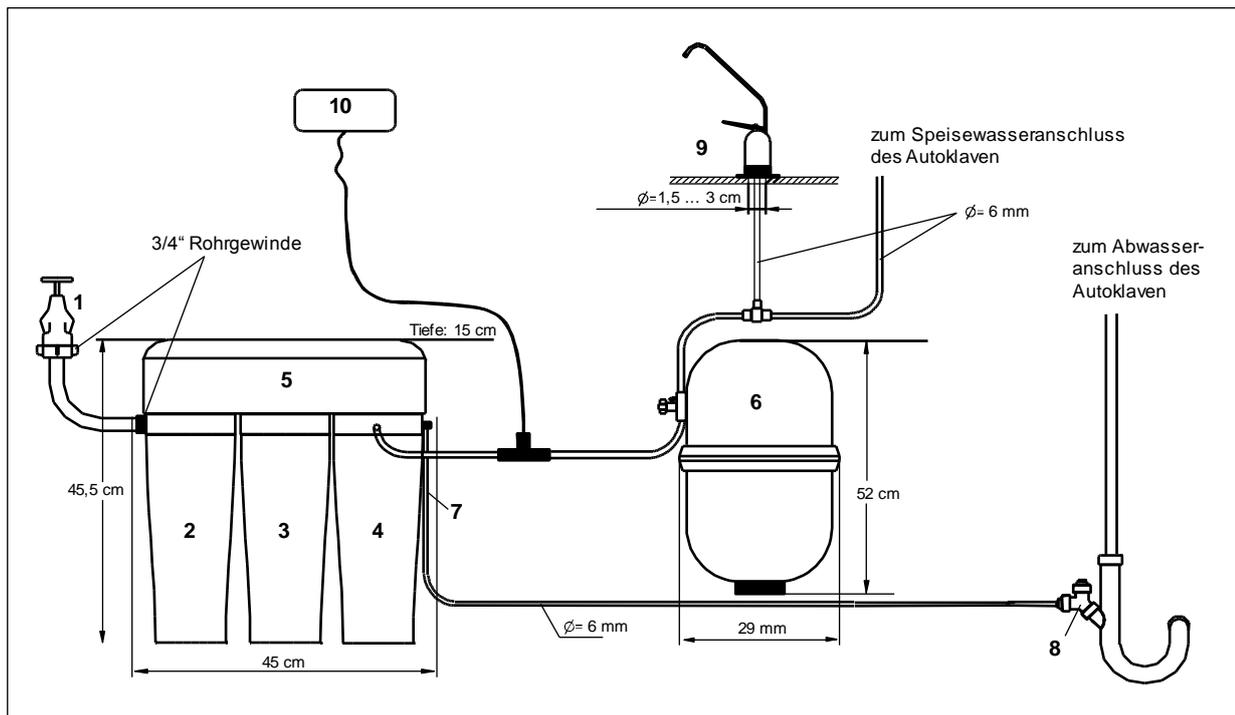

Abb. 1: Aufbau der Umkehr-Osmose-Anlage
Die Umkehr-Osmose-Anlage ist an einem sauberen, frostfreien, belüftbaren Ort zu installieren. Vorzugsweise wird die Anlage in der Nähe eines Spülbeckens (z.B. im Spülenunterschrank) installiert, um den Anschluss an die Kaltwasserleitung und den Abfluss zu erleichtern. Aufgrund der flexiblen Anordnung und Verbindung der Komponenten sind jedoch auch andere Varianten möglich. Die Verbindung der Komponenten muss dem Installationsschema (s. Abb. 1) entsprechen. Der Installationsort muss eine sorgfältige Montage, Bedienung und spätere Wartung zulassen.
- Fügen Sie die Messzelle für den Leitwert (T-Stück mit eingeschraubter Leitwertsonde) in das Permeatzulaufrohr von der Umkehr-Osmose-Anlage zum Drucktank (siehe Abb. 1, Pos. 6) ein.